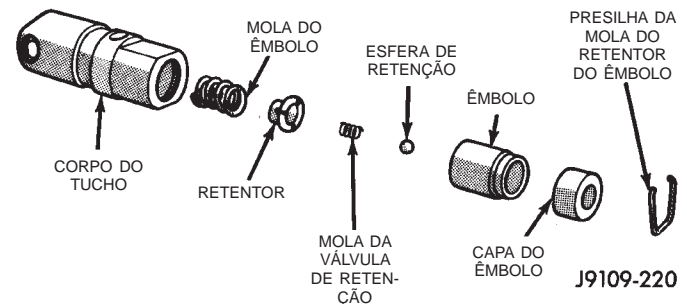

Fig. 61 Conjunto do Tucho Hidráulico
(1) Remova o clipe da mola retentora do êmbolo. (Fig. 61).
(2) Limpe os depósitos de verniz de dentro do corpo do tucho acima da capa do êmbolo.
(3) Inverta o corpo do tucho e remova a capa do êmbolo, a válvula de retenção, a mola da válvula de retenção, o retentor da válvula de retenção e a mola
do êmbolo. (Fig. 61). A válvula de retenção pode ser plana ou esférica.
(1) Limpe todas as peças do tucho em um solvente que removerá todo o verniz e carbono.
(2) Substitua os tuchos que não se ajustam para manutenção adicional com novas montagens.
(3) Se o êmbolo mostrar sinais de ranhura ou desgaste, instale um novo conjunto de tucho. Se a válvula estiver corroída, ou a sede de válvula na extremidade do êmbolo não puder se assentar, instale um novo conjunto do tucho.
(4) Monte os tuchos (Fig. 61).